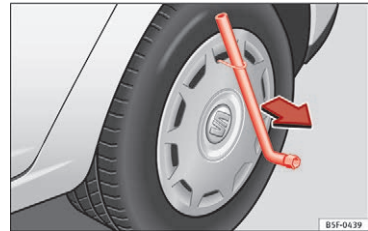

Fig. 64 Afmontering af hjulkapsel fra hjul
- Træk hjulkapslen af med afmonteringsbøjlen » Fig. 64.